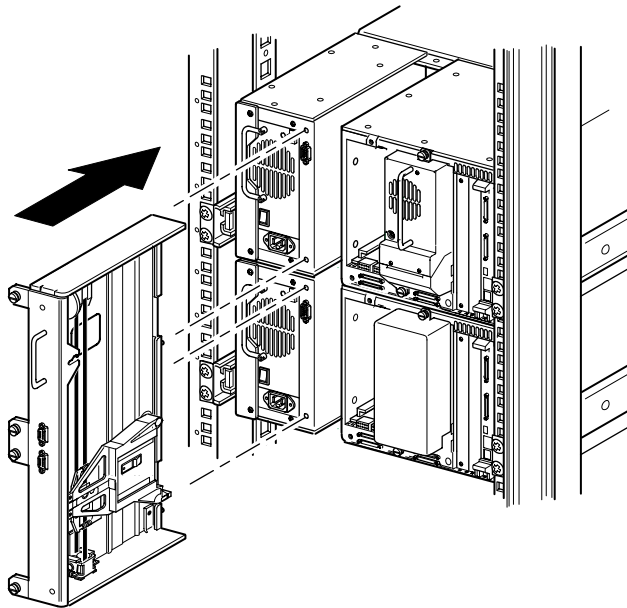

図2-6: PTMベースユニットのインストール
4. PTMベースユニットをインストールします（図2-6を参照）。
1. ハンドルを使用して、PTMベース ユニートを下から支えます（図2-6を参照）。